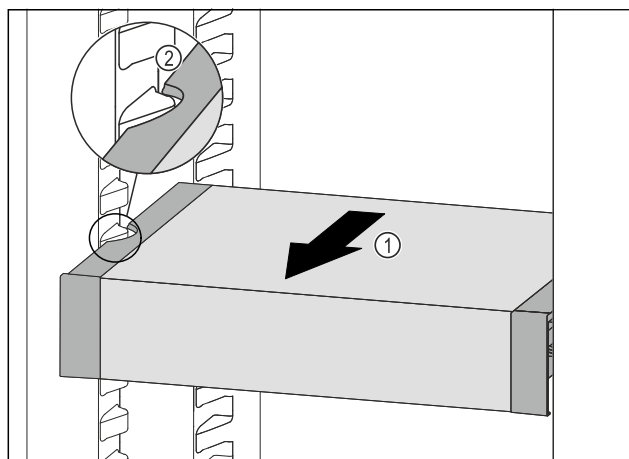

Fig. 82
- ▶ Тяните VarioSafe вперед Fig. 82 (1), пока боковые выемки VarioSafe не окажутся на высоте выступа резервуара в холодильном отделении. Fig. 82 (2)